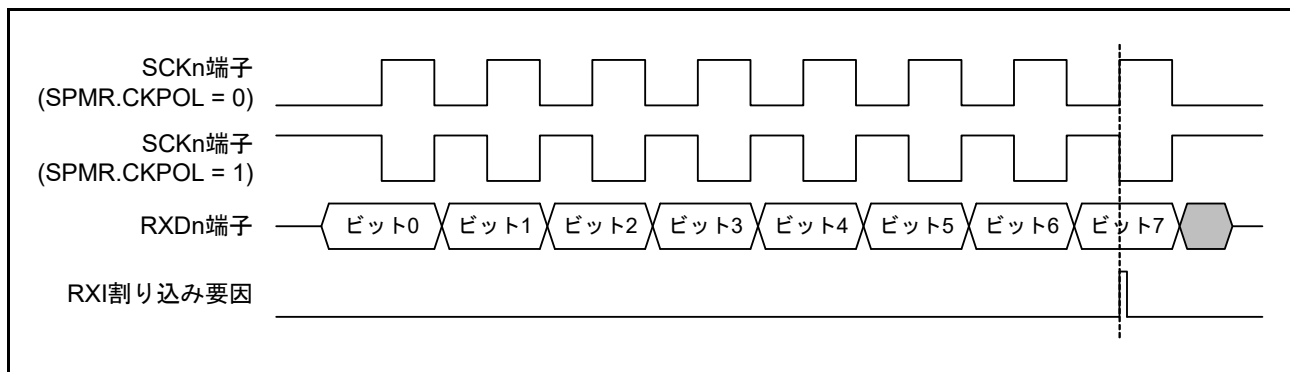

図 27.85 簡易 SPI モード (クロック遅れあり) RXI 割り込み発生タイミング
- クロック遅れあり設定 (SPMR.CKPH ビット = 1) の場合、図 27.85 に示すように SCKn 端子の最終クロックエッジ手前のクロックエッジで受信データフル割り込み (RXI) が発生します。このとき、SCR レジスタの TE、RE ビットを SCKn 端子の最終クロックエッジより前に“0”に設定すると SCKn 端子出力がハイインピーダンスとなり、最終送受信クロックのクロックパルス幅が短くなります。また、RXI 割り込み後、SCKn 端子の最終クロックエッジより前に接続先スレーブに対する SSn# 端子入力信号を High にするとスレーブが誤動作する可能性があります。